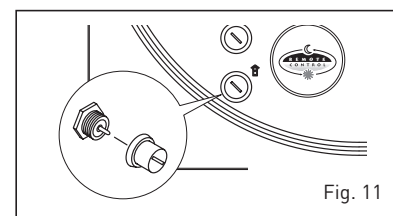

Fig. 11
- Conector "Albatros" [15 fig. 11]
Este un dispozitiv de siguranta impotriva refularii gazelor arse in ambient, datorita ineficientei sau astuparii partiala a cosului de fum (fig. 11). Intervine blocand functionarea electrovanei de gaze atunci cand gazele arse sunt refulate continuu in ambient, si in cantitati care il pot face periculos. Pentru a permite repornirea microcentralei desurubati capacul termostatului si rearmati manual butonul de dedesubt. Dupa 10 secunde de la rearmarea termostatului, placa electronica rearmeaza microcentrala. Pentru o resetare imediata, dupa ce ati rearmat termostatul, placa electronica reseteaza microcentrala. In cazul in care sa se repete continuu blocarea va trebui sa se efectueze un control atent al cosu-